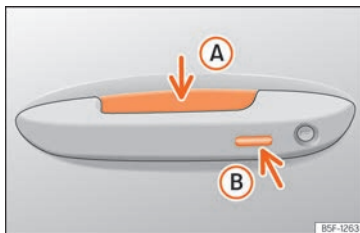

Abb. 88 Türgriff: Sensorflächen
»» Abb. 88
- Umfassen Sie einen der Griffe an den Vordertüren. Dabei wird die Sensorfläche »» Abb. 88 (A) (Pfeil) im Türgriff berührt und das Fahrzeug entriegelt sich.
- Berühren Sie *einmal* die Verriegelungssensorfläche »» Abb. 88 (B) (Pfeil) am Griff an einer der Vordertüren. Die Tür, an welcher der Griff betätigt wird, muss geschlossen sein.
- Berühren Sie *einmal* die Sensorfläche »» **Abb. 88** (B) (Pfeil) am Griff an einer der Vordertüren. Das Fahrzeug ist mit der „Safe“ »» **Seite 112**-Sicherheitssystem verriegelt. Die Tür, an welcher der Griff betätigt wird, muss geschlossen sein.
- Berühren Sie *zweimal* die Sensorfläche »» **Abb. 88** (B) (Pfeil) am Griff an einer der Vordertüren, um das Fahrzeug zu verriegeln, ohne das Sicherheitssystem „Safe“ zu aktivieren »» **Seite 112**.
- Berühren Sie die Schließaste  auf dem Funkschlüssel und berühren Sie einmal innerhalb von 5 Sekunden die Verriegelungssensorfläche am Fahrertürgriff »» **Abb. 88** (B). Greifen Sie nicht am Türgriff, da sich das Fahrzeug sonst nicht verriegelt. Die Deaktivierung kann auch erfolgen, wenn das Fahrzeug über Fahrertürschloss verriegelt wird.
Um mit der **Komfortfunktion** alle elektrischen Seitenfenster und das Glasdach zu schließen, legen Sie einige Sekunden einen Finger auf den Verriegelungssensorfläche »» **Abb. 88** (B) (Pfeil) am Türgriff, bis die Seitenfenster und das Dach geschlossen sind.
Die Sensoren der Türgriffe können durch einen Wasser- oder Hochdruckdampfstrahl aktiviert werden, sofern sich ein gültiger Schlüssel in der Nähe befindet. Ist mindestens eines der elektrisch betriebenen Seitenfenster geöffnet und wird die Sensorfläche »» **Abb. 88** (B) (Pfeil) an einem der Türgriffe permanent aktiviert, schließen sich alle Fenster.